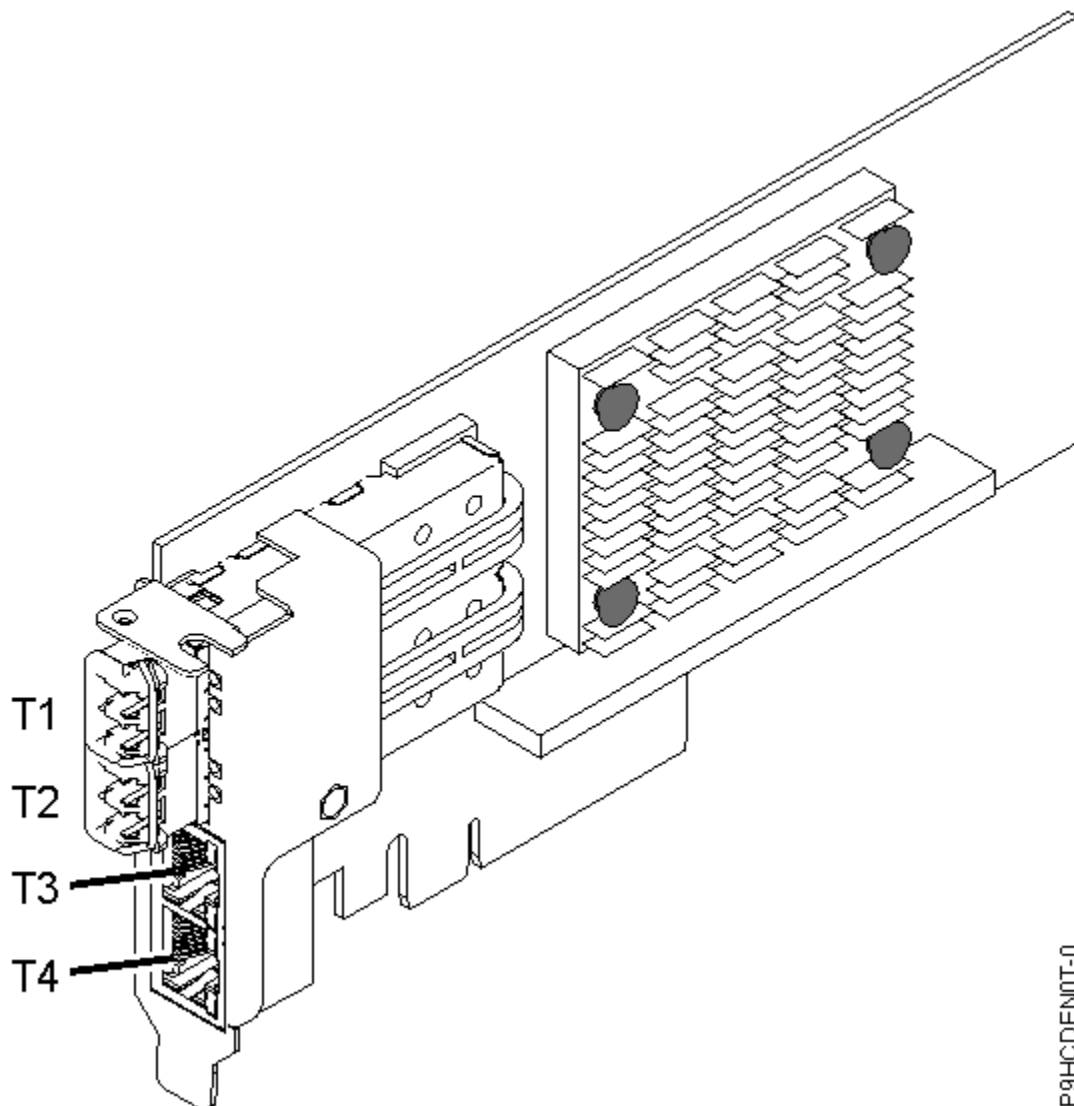

Figura 29. Adaptador PCIe3 LP 4 Portas (10Gb+1GbE) SR+RJ45
O adaptador de quatro portas fornece duas portas de transceptor ótico SR small form-factor pluggable (SFP+) de 10 Gb e duas portas Ethernet RJ45 de 1 Gb. As duas portas de 10 Gb SR têm conectores do tipo little connector (LC) duplex. O transceptor ótico usa laser ótico de ondas curtas e é conectado com cabeamento de fibra MMF-850nm com conectores LC. Consulte “Cabos” na página 60 para obter mais informações sobre os cabos óticos. Cada porta de 10 Gb fornece conectividade Ethernet com uma taxa de dados nominal de 10 Gbps (gigabits por segundo). Figura 29 na página 59 mostra o adaptador FC ENOT.